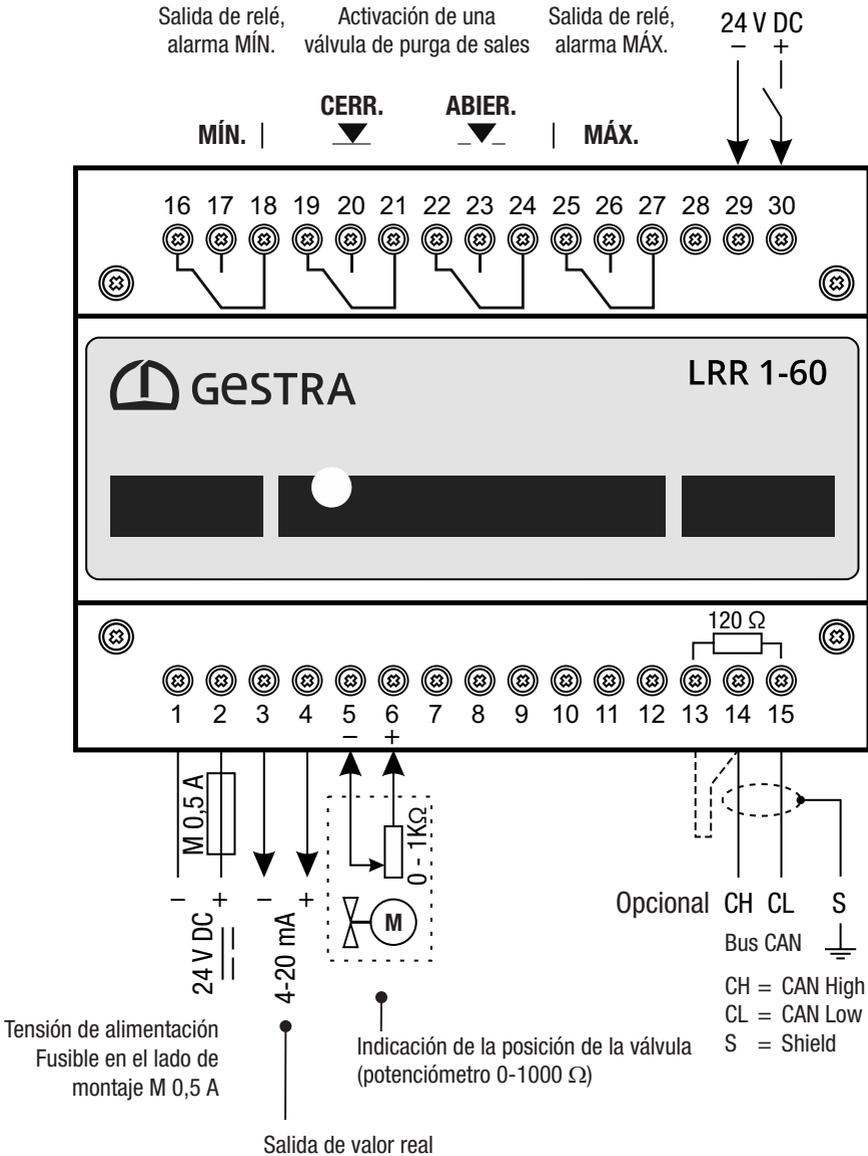

Fig. 6
- Conecte el regulador de conductividad y todos los componentes correspondientes conforme al esquema de conexiones Fig. 6 de este manual.
- Conecte las salidas conforme al esquema de conexiones Fig. 6.